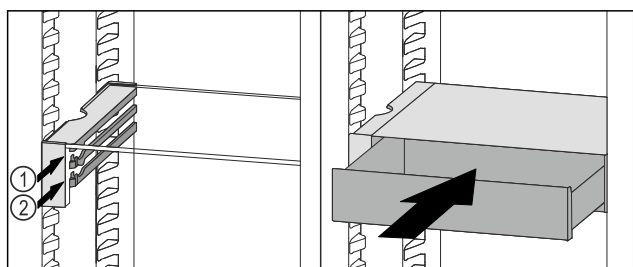

Fig. 204
- Stavite ladicu VarioSafe ukoso iza zaustavljača na željeni žlijeb Fig. 204 (1) ili Fig. 204 (2).